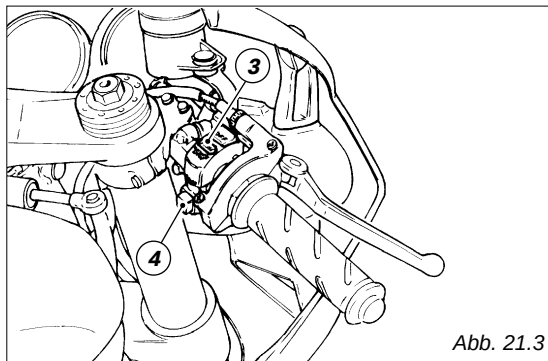

Abb. 21.3
- 3) Sich davon überzeugen, dass sich der Stopschalter (3, Abb. 21.3) auf **RUN** befindet, dann den Starterknopf (4) betätigen.